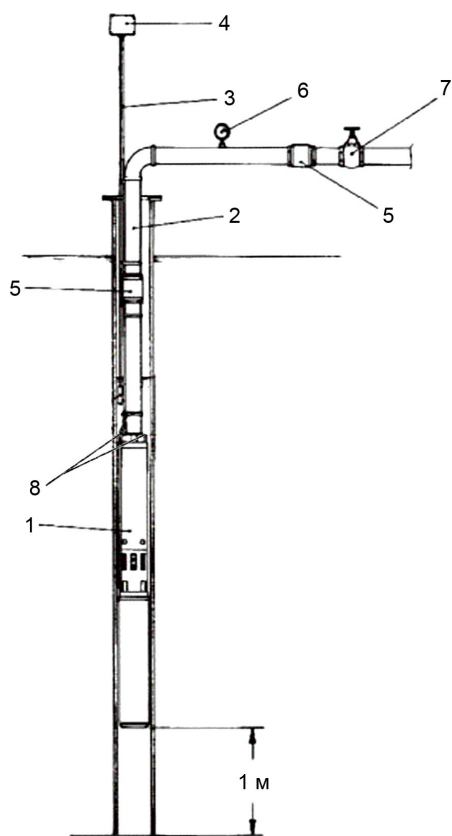

Рис. 2
6.11 Рекомендуемая схема установки насоса представлена на рис.2